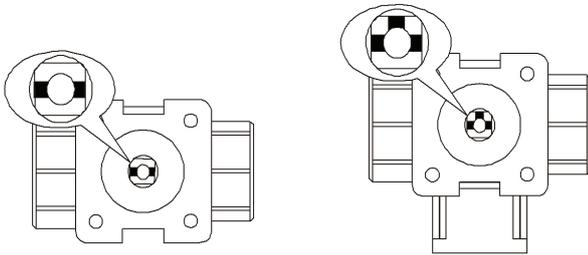
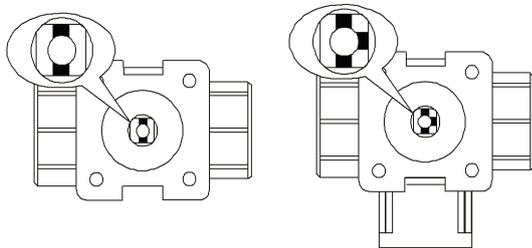

Figure 4 : Position NO (Voie A ouverte)
Figure 5 : Position NF (Voie A fermée)
1. Placez le boisseau dans la position de retour désirée. Pour un montage du ressort de rappel en position normalement ouverte, faites pivoter la tige de vanne comme indiqué en Figure 4. Pour un montage du ressort de rappel en position normalement fermée, faites pivoter la tige de vanne comme indiqué en Figure 5.
**Note:** Pour les vannes avec servomoteur BAD1 ou BMD1.2, placez le boisseau en position ouverte comme indiqué en Figure 4.